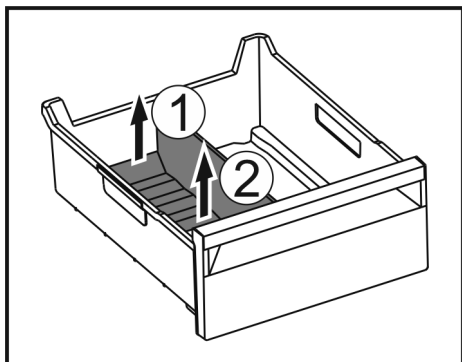

Fig. 178
- Achterste deel van de ijsvak-scheider optillen. Fig. 178 (1)
- Ijsvak-scheider er naar boven toe uittrekken. Fig. 178 (2)